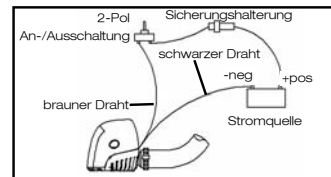

Abb. 3
Es ist sicherzustellen, dass alle Kabelanschlüsse am höchsten Punkt über der Wasserlinie liegen. Es sollten lediglich Kabelverbindungen speziell für Boote verwendet werden sowie 16 SWG (=Standard Kabeldicke) verzinneter Kupferdraht. Alle Verbindungen müssen mit geeigneten Materialien wasserdicht gemacht werden. (siehe Abb. 3).
- Sicherstellen, dass Verbindungen und Sicherung wasser-undurchlässig sind unsich nicht gelöst haben (s. Abb.3)